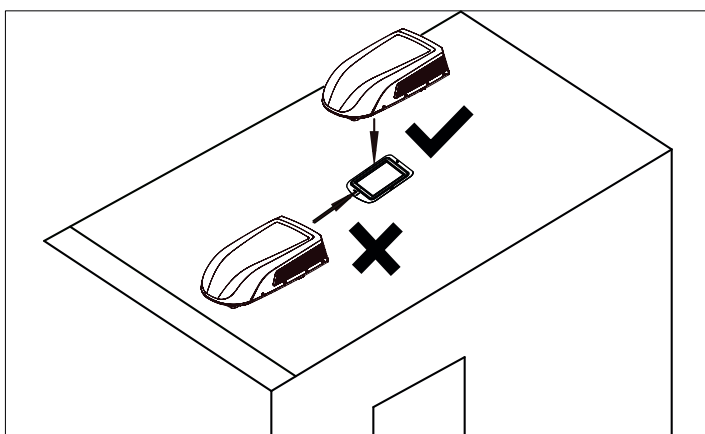

Abbildung 4-2
2) Setzen Sie sie so auf die Montageplatte des vorbereiteten Dachausschnitts, dass das Dichtband der Außeneinheit an der Nut an der Oberfläche der Montageplatte ausgerichtet ist. Ziehen Sie nicht an der Außeneinheit. Andernfalls kann die Dichtung herabfallen (siehe Abbildung 4-2).